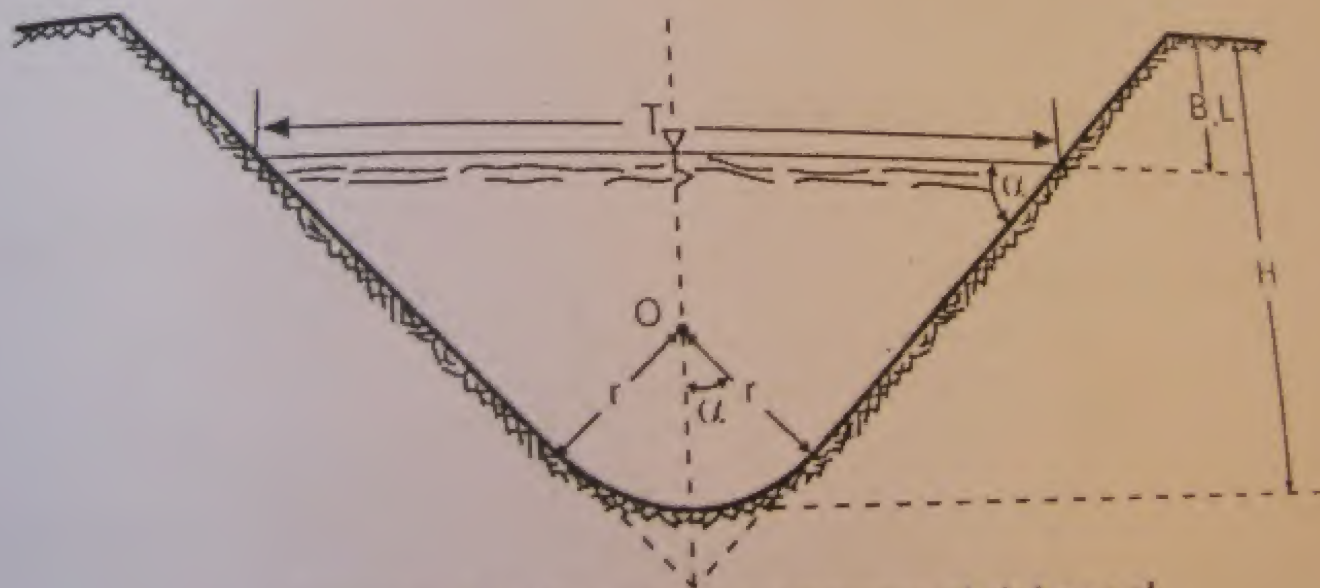

Figura 24. Sección transversal del canal
49. Un canal cuya sección transversal es triangular, pero con un fondo redondeado con un arco de círculo, como se muestra en la figura 24, está construido en tierra con $n = 0,025$ y con una pendiente del 1 ‰. Si $\alpha = 30^\circ$ y el espejo de agua es de 4 m, indicar: